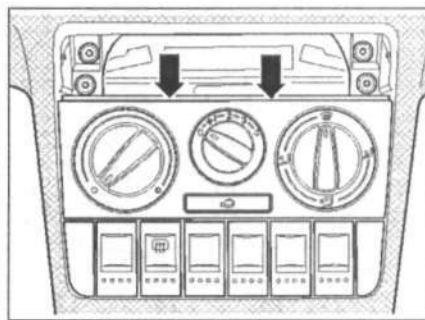

Рис. 12.52. Снимите декоративную панель с регуляторов (стрелки).
2. Снимите декоративную панель с регуляторов (стрелки) (рис. 12.52).